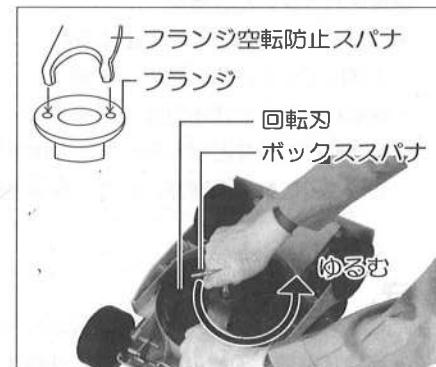
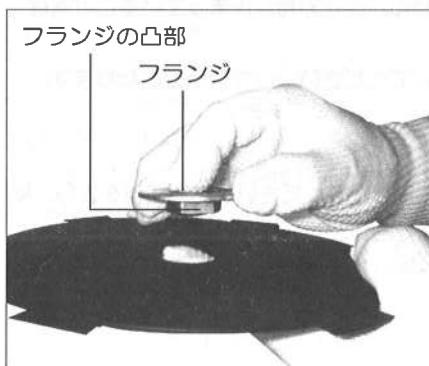

図16
図17
- ③フランジの穴に付属のフランジ空転防止スパナを差し、フランジの空転を止めてください。付属のボックススパナでゆるみ止めナットを外してください。(図16参照)
- ④回転刃を持ち上げ、回転軸から外してください。
- ⑤フランジの凸部を手で押して、回転刃からフランジを外してください。(図17参照)